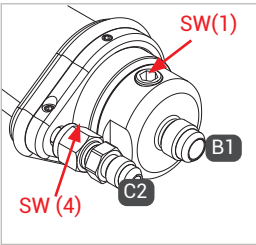

Figure 1
- ▶ Lors du montage du flexible de remplissage et de retour du gaz, de la conduite de fluide et de la conduite de retour du gaz aux raccordements « B1 », « B2 », « C1 » et « C2 », exercez une contre-pression sur les méplats SW(1), SW(2), SW(3) et SW(4) (Figure 1 et Figure 2) avec une clé à fourche.
- ▶ Vissez hermétiquement l'entrée fluide « B1 » à l'embout de raccordement du flexible de remplissage (Figure 1).
- ▶ Raccordez hermétiquement, le cas échéant, la conduite de retour du gaz « C2 » au flexible de retour du gaz de la station-service (Figure 1).